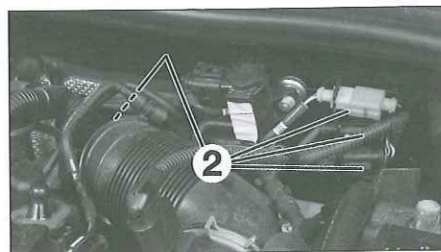

Fig. 75
- los conectores (2) de las sondas de temperatura de los gases de escape y de la sonda lambda (Fig.75),